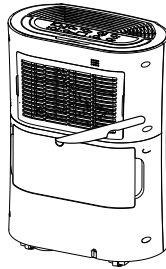

fig. 5
3. Fjern avløpsdekselet (9) fra vanntanken (7) (fig. 5). Fjerning av vanntanken (7) på forhånd vil gi bedre tilgang.